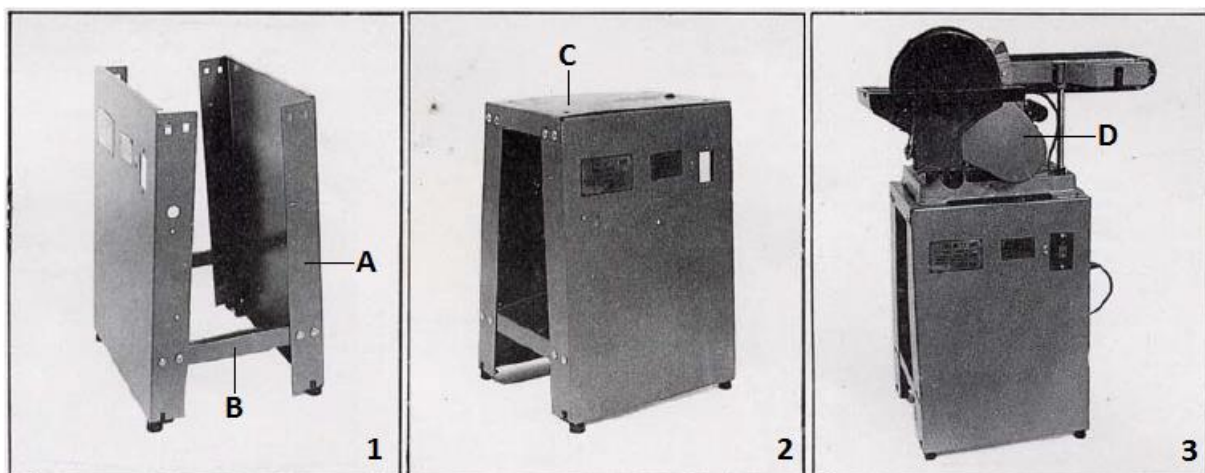

Fig.3
- De werkplek dient schoon en goed geventileerd te zijn en er moet voldoende ruimte (fig.3) zijn om gemakkelijk en ongehinderd met de machine te werken.